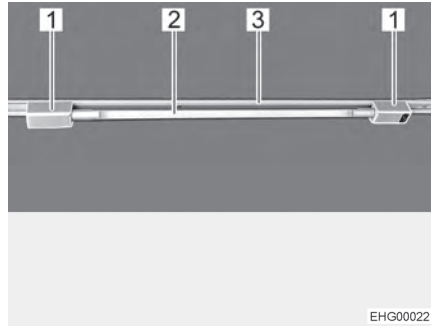

Bild 36 Röhrenleuchte
- Beide Halter (Bild 36,1) in die Schiene (Bild 36,3) einsetzen. Dazu die Halter um 90° drehen.
- Leuchtenkörper (Bild 36,2) in einen der Halter stecken.
- Leuchtenkörper (Bild 36,2) drehen, bis die gewünschte Leuchtwirkung erreicht ist.